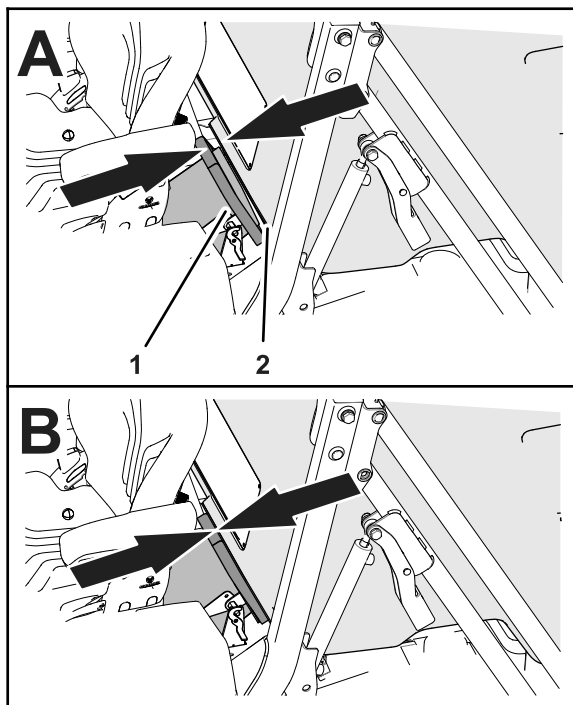

図 109
3. ホッパーの前後位置を調整してホッパーの入りをシュートシールに合わせる 図 109。